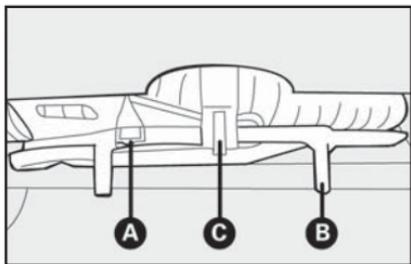

fig. 7
3) Puxar para baixo a trava **A-fig. 7** e soltar o cabo de aço.
4) Levantar o suporte no ponto **B-fig. 7** e puxar o gancho **C-fig. 7** para baixar o conjunto da roda sobressalente.